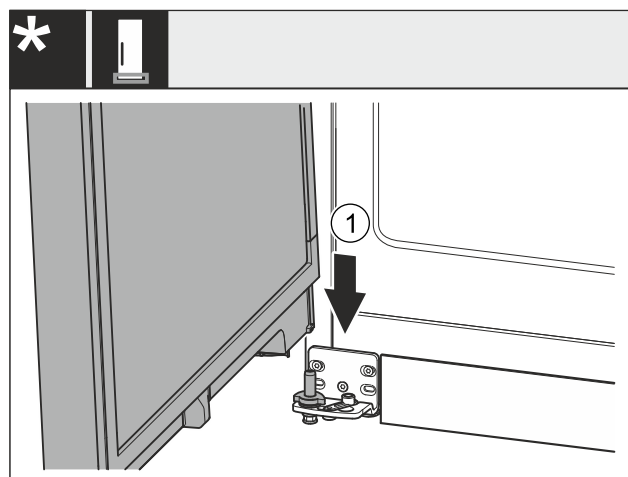

Fig. 44 *
- ▶ 从上方将冰箱门放在下面的轴承螺栓 Fig. 44 (1) 上。*